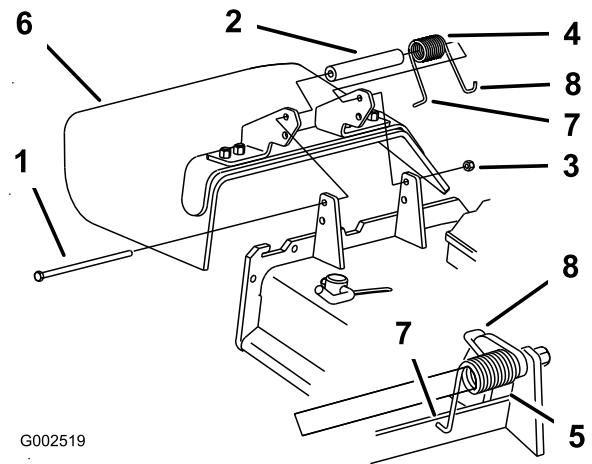

Figure 88
1. Retirez le contre-écrou, le boulon, le ressort et l'entretoise qui fixent le déflecteur aux supports de pivot (Figure 88).
Remarque: Prenez soin de placer l'extrémité en **L** du ressort derrière le bord du tablier avant de mettre le boulon en place, comme indiqué à la Figure 88.
5. Accrochez l'extrémité en **J** du ressort au déflecteur d'herbe (Figure 88).